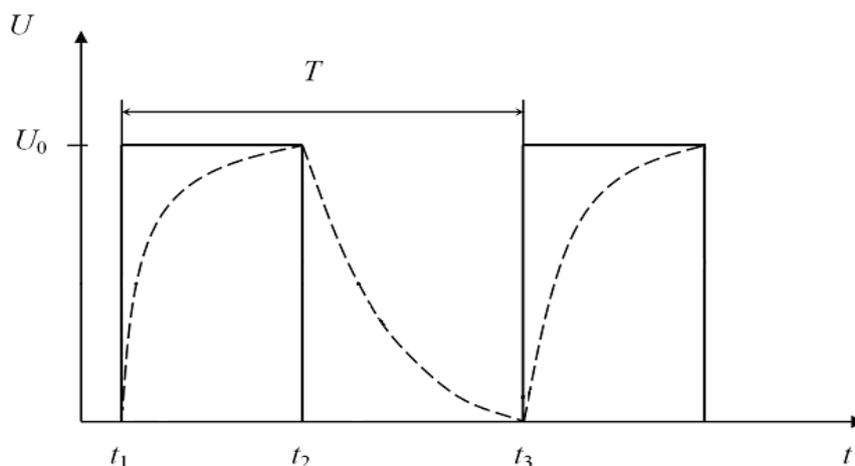

Рис. 7
На рис. 7 приведена зависимость напряжения на обкладках конденсатора для различных моментов времени при его зарядке и разрядке. Прямоугольные импульсы от генератора импульсов (FG) поступают на сопротивление $R1$. В момент времени t_1 конденсатор начинает заряжаться через сопротивление $R1$, напряжение в цепи увеличивается от нуля до U_0 по экспоненциальному закону, согласно выражению $U_c = U_0 (1 - e^{-t/\tau})$. В момент времени t_2 импульс заканчивается, напряжение на входе схемы равно нулю, и конденсатор начинает разряжаться через сопротивление $R = R1 + R2$, при этом напряжение на обкладках конденсатора уменьшается по экспоненциальному закону согласно выражению $U_c = U_0 e^{-t/\tau}$.